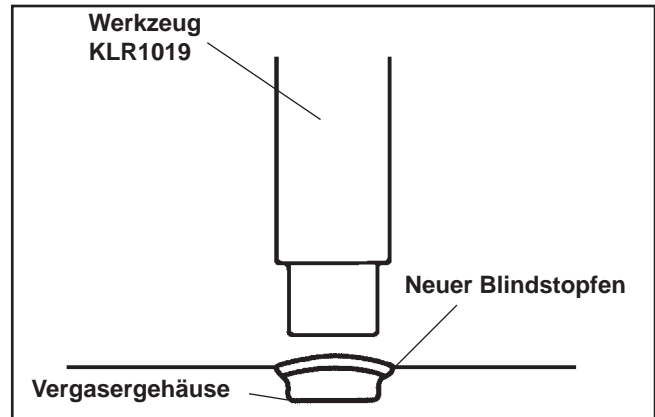

Abbildung 5-13. Blindstopfen einbauen.
3. Flachen Sie mit dem etwa gleichgroßen Werkzeugende den **Blindstopfen** ab. Drücken Sie den Blindstopfen nicht mit Gewalt unterhalb das Niveau der Vertiefung. Siehe Abbildung 5-13.